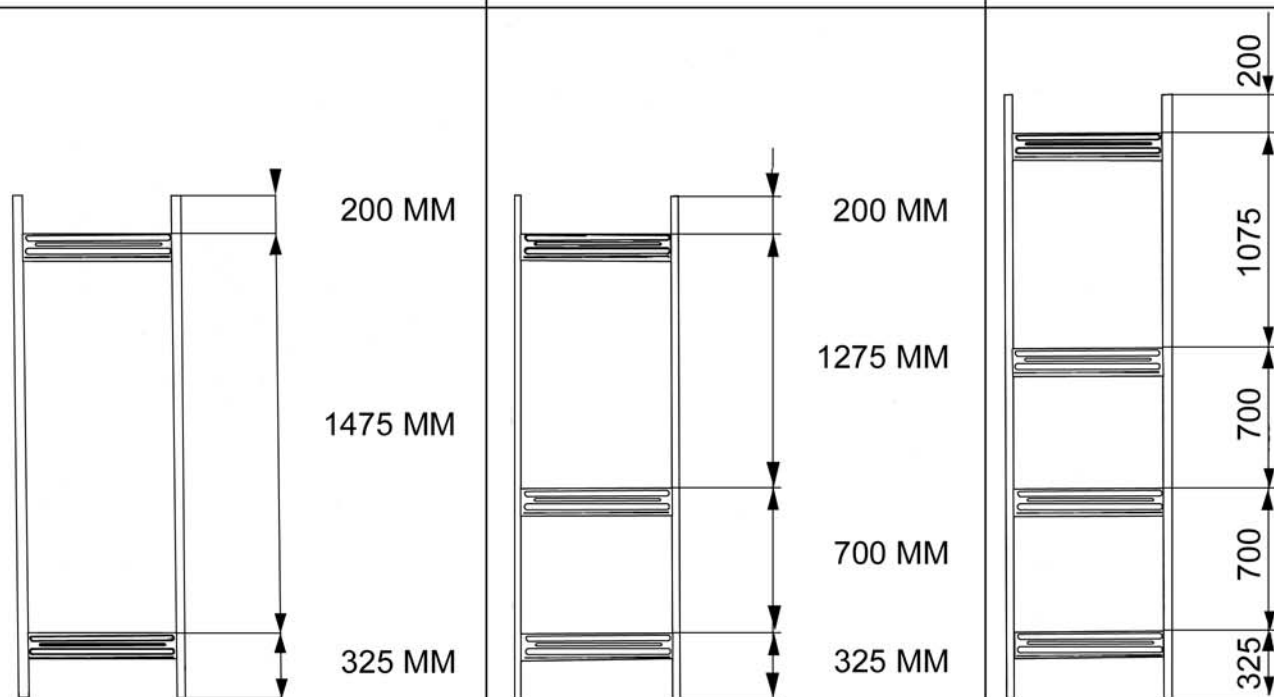

Abb. 1
- 1.2 Verbindersbleche entsprechend der schematischen Darstellung (Abb. 1) in Stütze einsetzen (Abb. 2). Die Pfeile auf den Verbindersblechen müssen in Richtung des Fußbodens bzw. der Fußplatte zeigen.